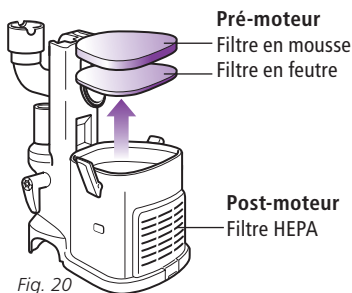

Fig. 20
- 2 Retirez les 2 filtres du dessus de la base du moteur. (Fig. 20)